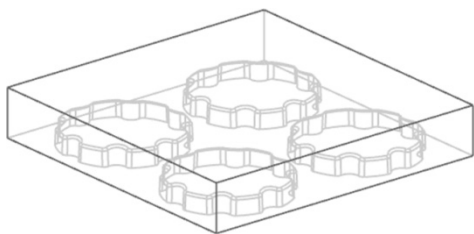
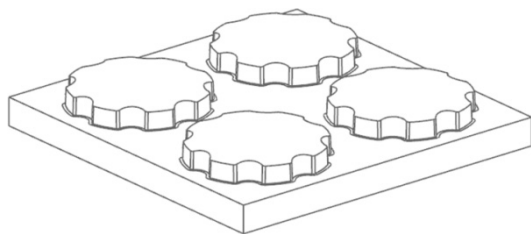

图 1-27 合并 4 个型腔零件为一个整体
图 1-28 合并 4 个型芯零件为一个整体
(28) 选取“菜单 | 编辑 | 特征 | 移除参数”命令，移除 4 个型腔的参数。
(29) 单击“合并”按钮，合并 4 个型腔零件为一个整体，如图 1-27 所示。
(30) 在横向菜单中选取“窗口”选项卡，选取“xn_top_000.prt”，打开 xn_top_000.prt。
(31) 单击“装配导航器”按钮，在导航器中选“xn_core_006”，单击鼠标右键，在下拉菜单中选“设为工作部件”命令。
(32) 按照合并型腔的方法，合并 4 个型芯零件，如图 1-28 所示。